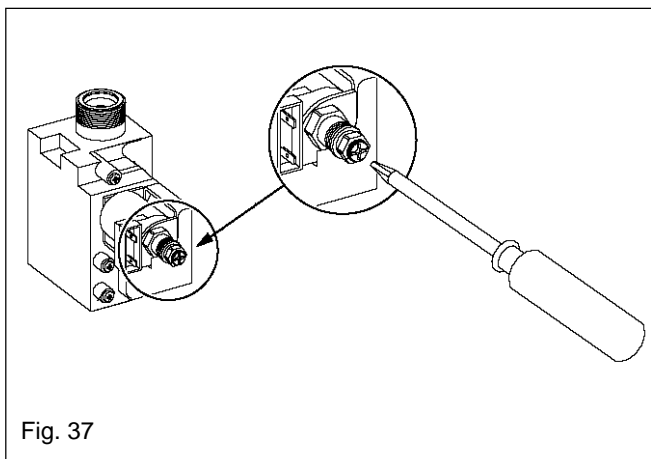

Fig. 37
7.3.2 SETTING THE MINIMUM BURNER PRESSURE (see fig. 37)